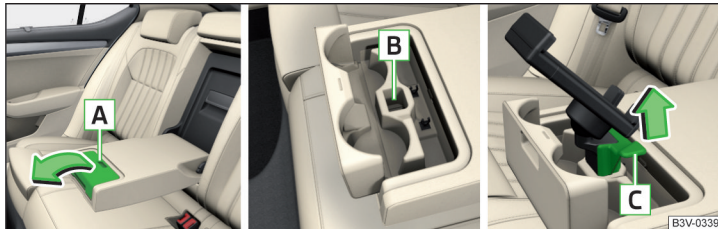

Abb. 136 Ablagefach öffnen / Staufach für Halter / Halter abnehmen
- Zum **Einsetzen** den Deckel an der Aussparung **A** fassen und in Pfeilrichtung aufklappen » Abb. 136.